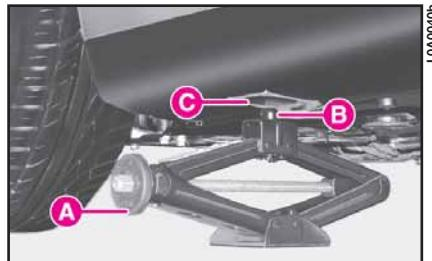

fig. 13
14) gire con la mano la manivela A (fig. 13) del gato para abrirlo parcialmente, después coloque el gato debajo del coche; accione la manivela del gato hasta que el perno B se introduzca correctamente en el alojamiento C de la carrocería;